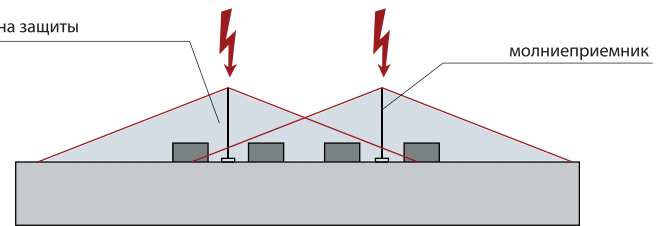

Рис. 3
- метод защитного угла – для зданий простой формы (рис. 3)